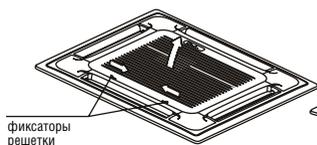

Рис. 17
- a) Одновременно сдвиньте два фиксатора решетки к центру, а потом потяните вверх (рис. 17).